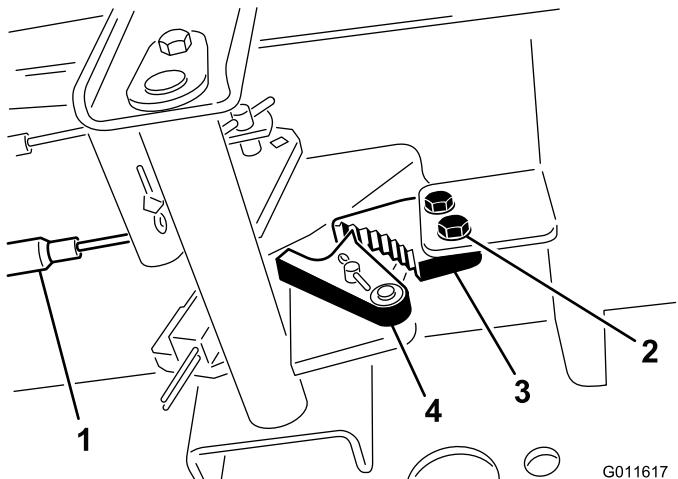

図 45
1. 駐車ブレーキのツメをフレームに固定しているネジ2本をゆるめる(図45)。
2. ブレーキのツメが戻り止めに完全に掛かるまで駐車ブレーキペダルを前に踏み込む(図45)。